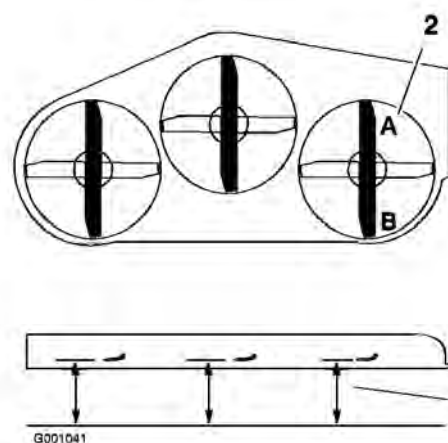

Figure 67
- Tournez la lame droite dans le sens longitudinal (Figure 67).
- Mesurez la distance au point **A** entre la surface plane et le tranchant de la pointe de la lame droite (Figure 67).
- Mesurez la distance au point **B** entre la surface plane et le tranchant de la pointe de la lame droite (Figure 67).
- La lame doit être plus basse de 6 à 10 mm (1/4 à 3/8 pouce) au point **A** qu'au point **B** (Figure 67). Si ce n'est pas le cas, passez aux étapes suivantes.